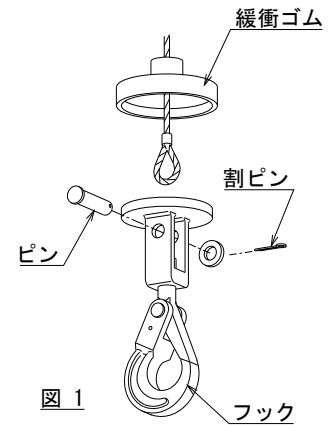

図1
割ピンを手持ちのプライヤーなどで取りはずし、ピンを抜き、ワイヤロープをははずす。(図1)
- 1) 新しいワイヤロープをフックに付いている円板の長穴に通す。(図1)